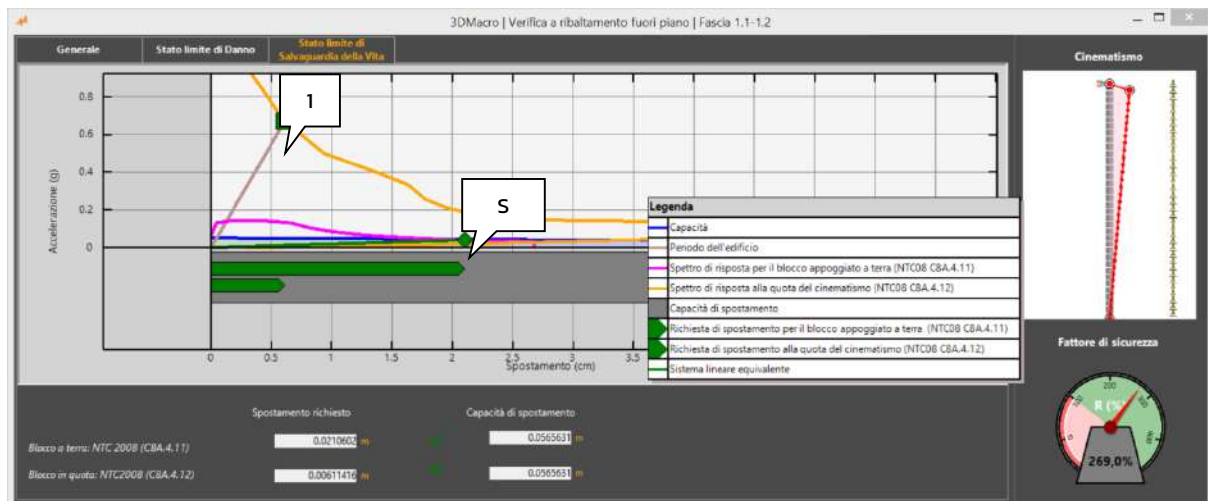

Figura 581. Finestra "Dettagli verifica": scheda "stato limite di salvaguardia della vita", analisi cinematica non lineare.
- Le rette a periodo costante** associate rispettivamente ai periodi di vibrare pari a  $T=T_1$  (retta di colore rosa, in legenda indicata "Periodo dell'edificio", relativamente alla verifica C8A.4.11), pari a  $T=T_s$  (retta di colore verde, in legenda indicata "Sistema lineare equivalente"), dei sistemi equivalenti ad un grado di libertà. Tali rette, intersecando gli spettri di risposta descritti superiormente, individuano due punti nel grafico (punto 1 e punto S, cfr. Figura 581), a cui corrispondono rispettivamente gli spostamenti spettrali di richiesta  $D_1$  e  $D_s$ .